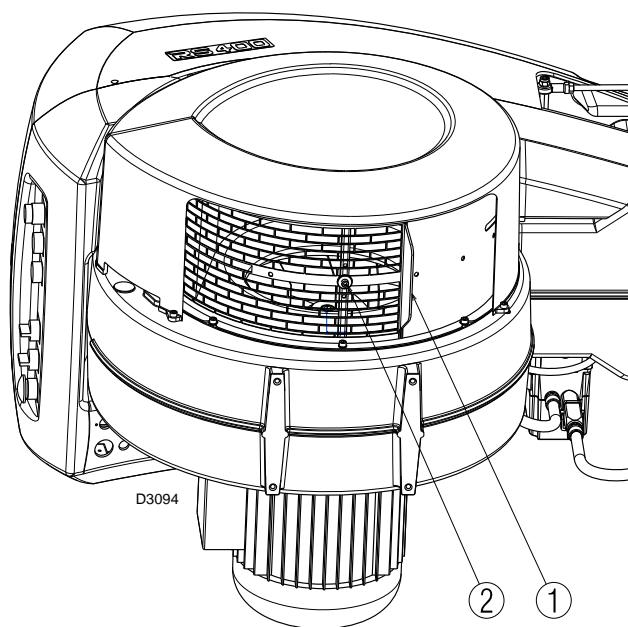

图 27
- 拧松燃烧器进风口下方的螺丝 2)（图 27），逐步关闭进风口挡板，直至达到所需出力。